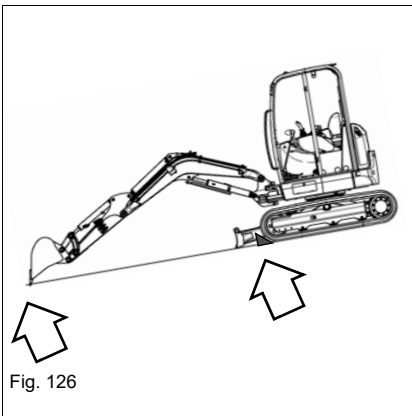

Fig. 126
- Proteger o veículo com calços (ver *Fig. 126*).